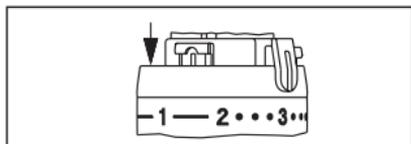

Fig. 8
- Para limitar el rango de control mínimo, uno de los clips limitadores debe colocarse en la ranura inmediatamente anterior a la posición "2" (fig. 8).